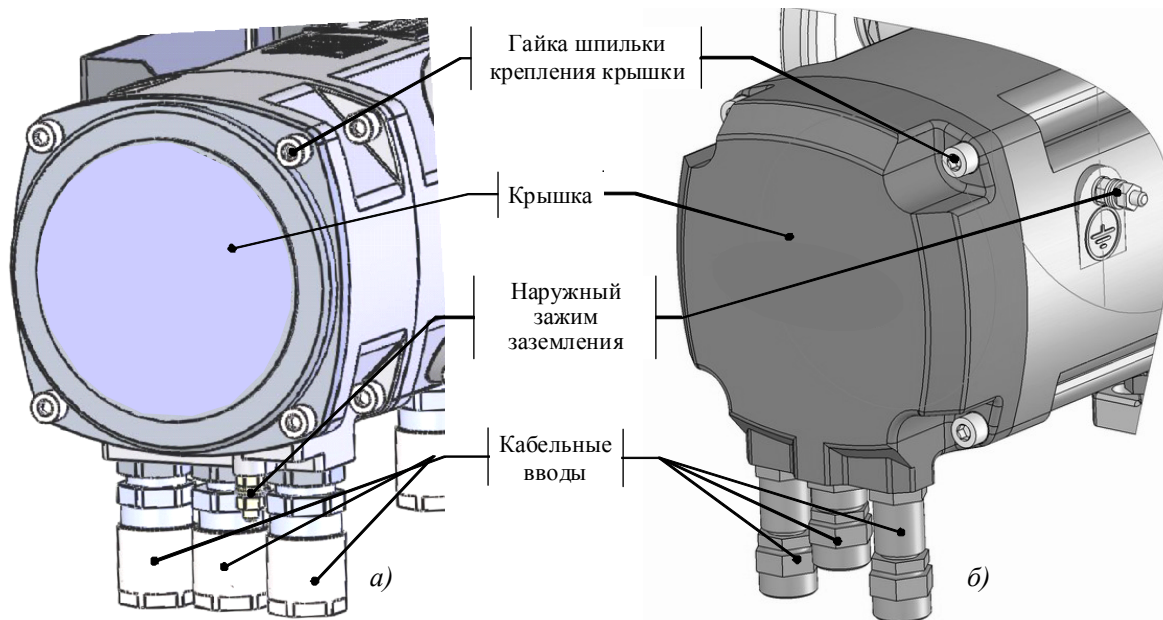

Рисунок 3 – Клеммные узлы ВИМУ в металлическом корпусе с кабельными вводами: а – с клеммным подключением, б – со штепсельным подключением
а) при помощи торцевого ключа открутите четыре гайки со шпилек крепления крышки клеммного узла для подключения силового и информационного кабелей от исполнительного привода (рисунок 3а) и снимите ее;
а) при помощи торцевого ключа открутите четыре гайки со шпилек крепления крышки клеммного узла для подключения силового кабеля и цепей удаленного управления (рисунок 3а) и снимите ее;
- а) открутите четыре гайки со шпилек крепления крышки клеммного узла для подключения силового кабеля и цепей удаленного управления (рисунок 3б) и снимите ее;